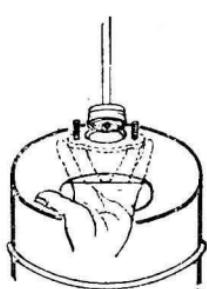

图 2—14
4. 把贮液筒和气筒的零件依次装好。安装皮碗时，要如图 2—14 所示，把它斜放在气筒管口，边转边插入。安装加水盖时，要把它放正、放平，再旋紧拉紧螺帽，使加水盖垫圈能紧紧抵住加水口。